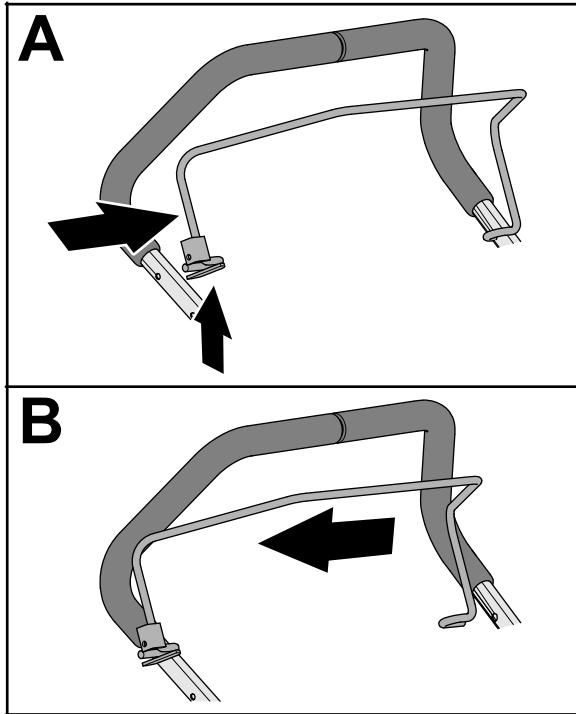

Figure 10
2. Serrez le côté de la barre de présence de l'utilisateur jusqu'à ce qu'il sorte de la partie supérieure, puis déposez la barre de la machine (Figure 10).